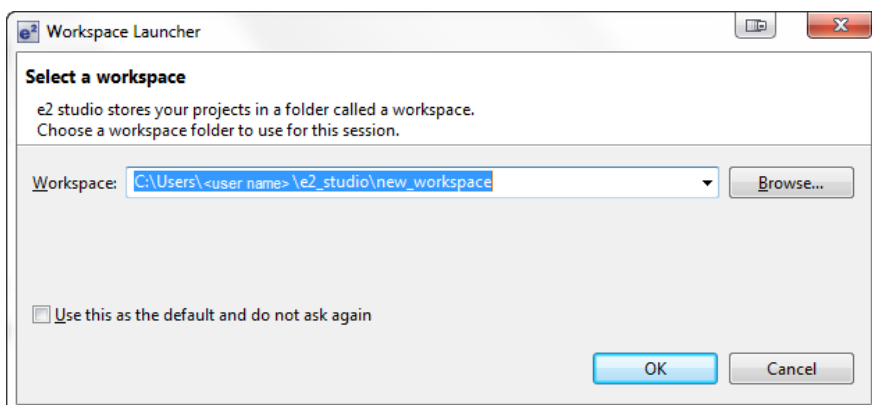

図 2.2 [Workspace Launcher] (ワークスペースランチャ) ダイアログ
- C. [Workspace Launcher] (ワークスペースランチャ) ダイアログに、新しいワークスペースの名前を入力します (図 2.2)。